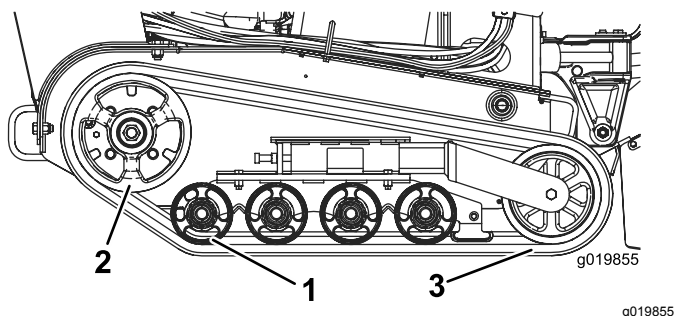

Figure 46
Important: Nettoyez soigneusement les galets de roulement et la roue d'entraînement (**Figure 46**). Les galets de roulement doivent tourner librement lorsqu'ils sont propres.
8. Pour installer une chenille neuve, commencez par l'enrouler autour de la roue d'entraînement, en vérifiant que les crampons s'engagent correctement entre les entretoises sur la couronne (Figure 46).
9. Poussez la chenille sous et entre les galets de roulement arrière et central (Figure 46).